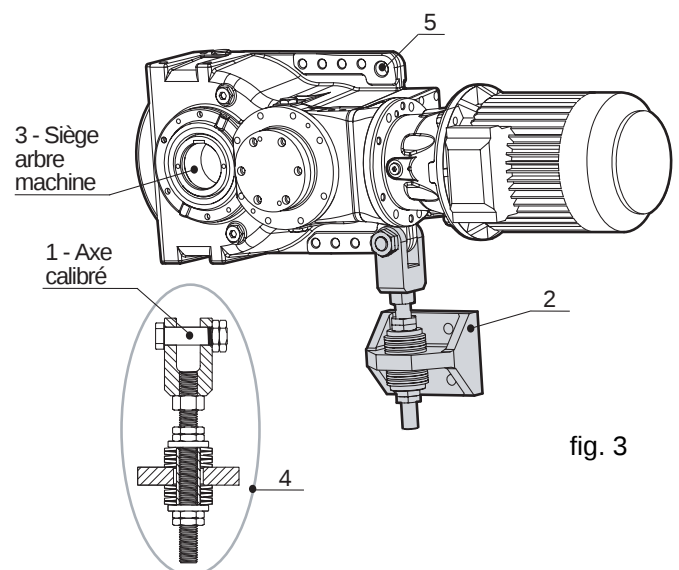

fig. 3
Ancrer le tirant de réaction à la structure de la machine (pos. 2) et serrer avec des vis de fixation (classe minimum recommandée 8.8) en appliquant un couple de serrage comme indiqué par la table "couples de serrage" paragraphe 9.1 (voir fig. 3).